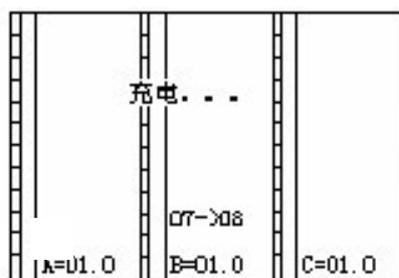
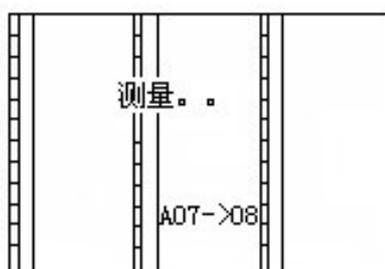

图3
图4
2. 按“测试”键仪器显示“充电...”、“7->8”见图3。这时可按“上、下”键设置档位, 按上键变为“7->9”档, 按下键变为“6->7”档。所设档位要和待测档位一致。同时可见到屏幕显示正在刷新的ABC三项波形线。待显示波形呈直线状态且三项数值相对稳定时(注: 这是一个充电过程), 再按“确认”键屏幕画面如图4所示: 此时, 表示仪器正在测量开关从7档到8档的开关切换过程。(不改设置就显示07-08)